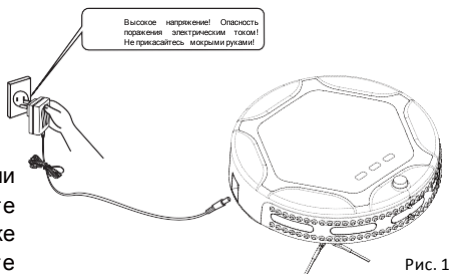

Рис. 1
2. Включите пылесос и, при использовании адаптера для зарядки, подсоедините выходной разъем адаптера к розетке постоянного тока основного блока (смотрите рис. 1).